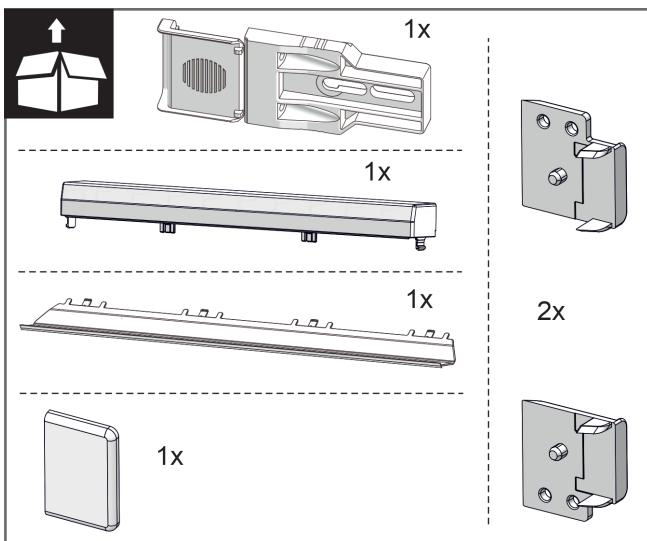
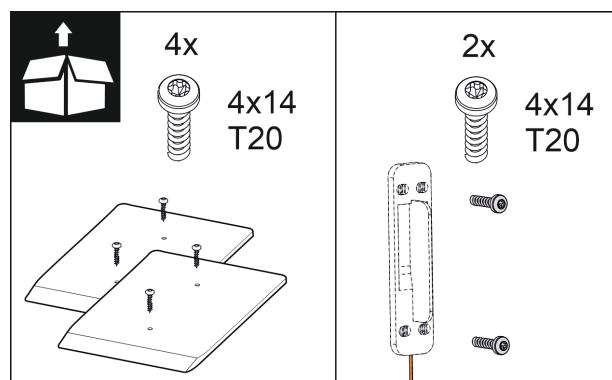

Fig. 10
Fig. 16
2. Comprobar las piezas de montaje en el kit de accesorios. Fig. 10 () a Fig. 16 ()
Piezas de montaje en el kit de accesorios Fig. 10 () hasta Fig. 16 ()